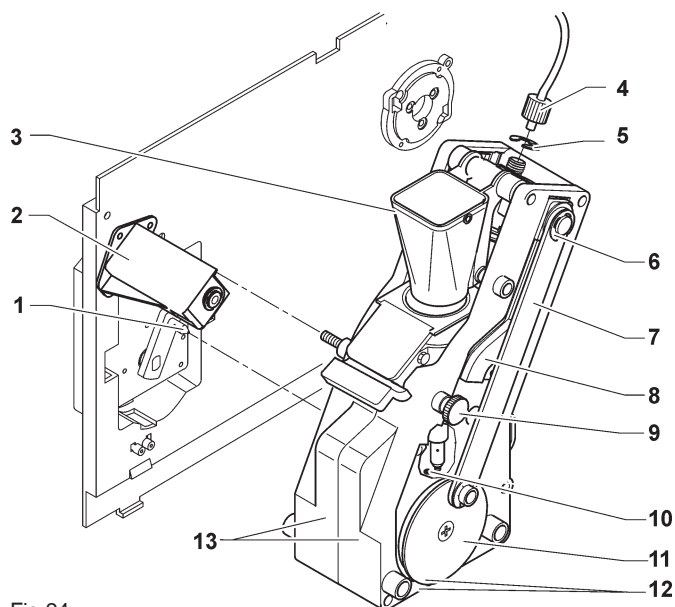

Fig.24
- scollegare dal pistone superiore il tubo in teflon di collegamento con la caldaia, facendo attenzione a non perdere la guarnizione (vedi fig. 24);
Prima di fissare il gruppo al distributore verificare che le tacche di riferimento coincidano (vedi fig. 24).